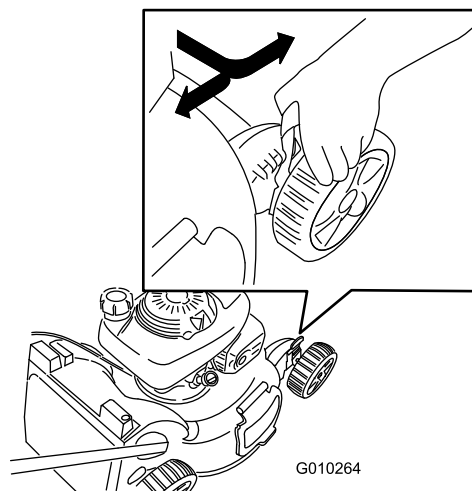

Figura 15
**Nota:** Per alzare il tosaerba, spostate in avanti tutte e 4 le leve dell'altezza di taglio; per abbassare il tosaerba, spostate indietro tutte le leve (Figura 15).